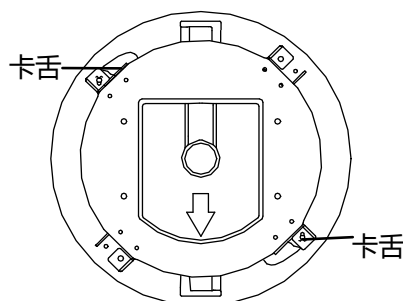

图2-23 嵌入式支架卡舌
3. 验证完毕后关闭电源，调整锁紧螺丝，使卡舌处于内旋位置，如图 2-23 所示。